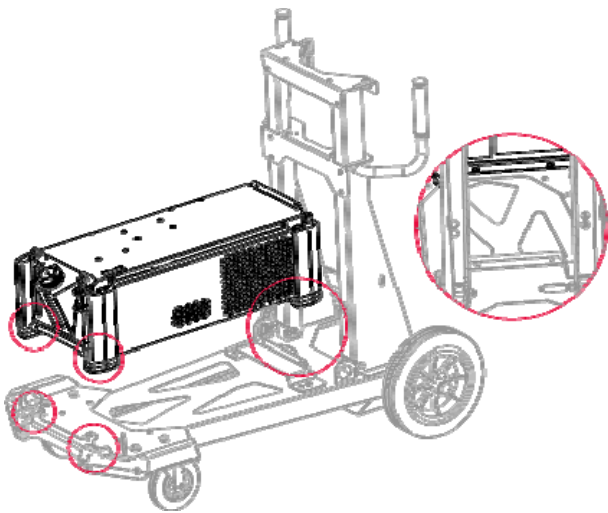

Bild 1
- Placera kylaren på en fyrhjulsvagn (bild 1)